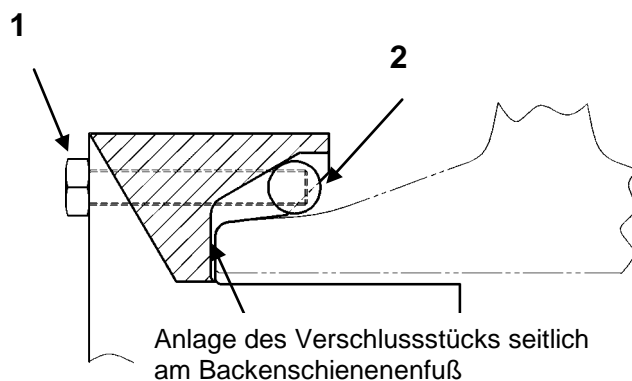

Bild 3a Stellung der Profilausgleichstange bei Montage
- Schrauben (1) der Profilausgleichstangen (2) lösen und die Profilausgleichstange nach innen drücken
- Verschlussstückschrauben (3) montieren und selbstsichernde Muttern (4) bis zur Anlage am Schienenfuß (Bild 3a) leicht anziehen